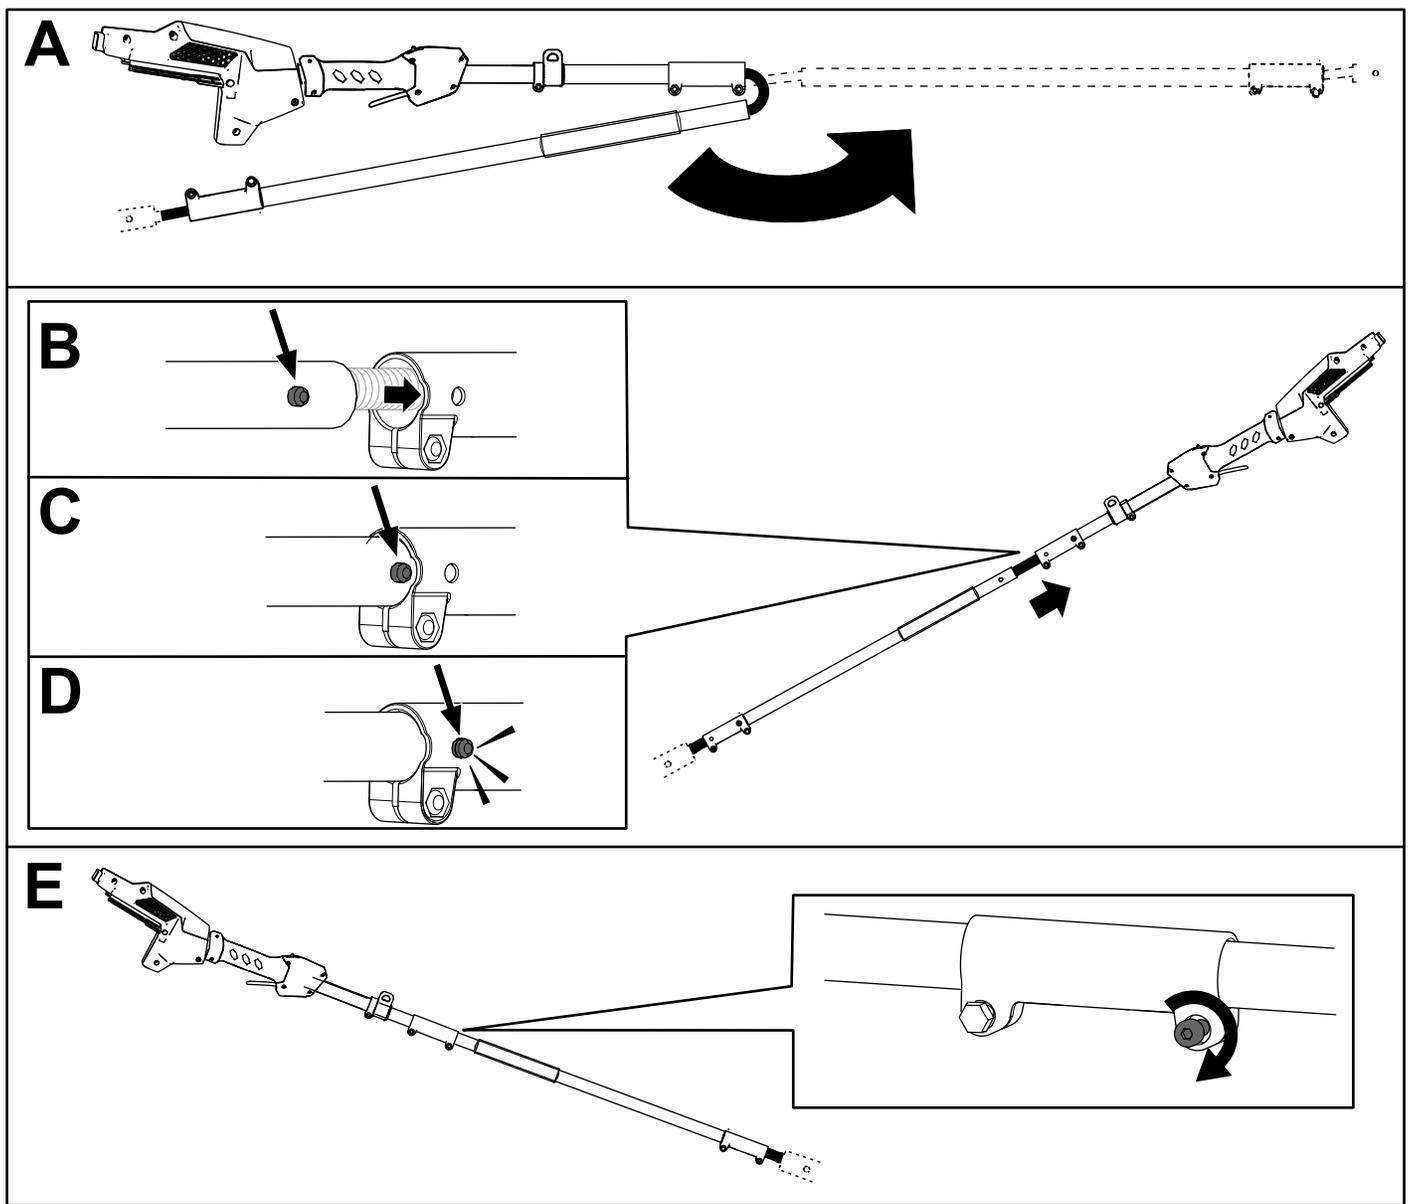

Figura 5
2. Alinee el bot3n de bloqueo de la secci3n central con el orificio de la secci3n de la empu adura y junte las dos secciones (Figura 5).
3. Utilice la llave suministrada para sujetar entre s  estas dos secciones de la p rtiga (Figura 5, E).
4. Repita este procedimiento para conectar la secci3n de la sierra a la secci3n central (Figura 5).